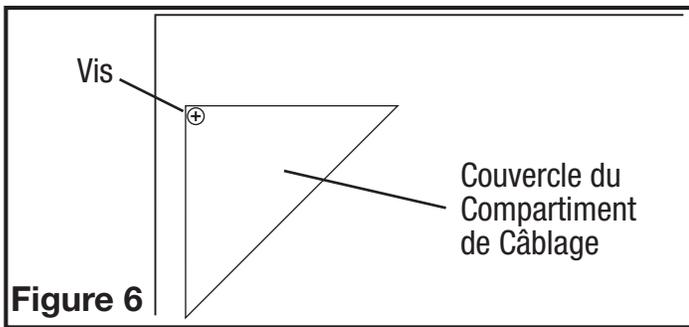

Figure 6
- 1a. Compartiment de Câblage Extérieur (Non inclus avec tous les modèles) : enlever la vis du couvercle du compartiment à câblage et mettre ce couvercle dans un endroit fiable (Figure 6).